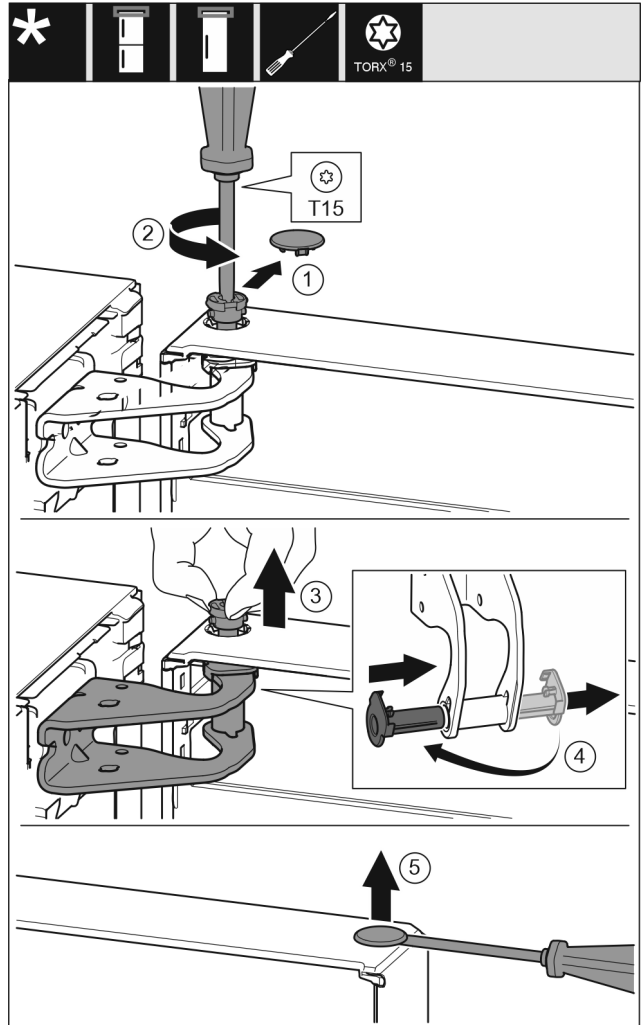

Fig. 7
- ▶ Ta försiktigt av blindlocket. Fig. 7 (1)
- ▶ Skruva ut bulten en bit med torxskruvmejsel T15. Fig. 7 (2)
- ▶ Håll fast dörren och dra ut bulten med fingrarna. Fig. 7 (3)
- ▶ Dra ut lagerbussningen ur hålen. Sätt in den från den andra sidan så att den går i lås med ett klick. Fig. 7 (4)
- ▶ Bänd försiktigt upp pluggarna från dörrlagerbussningen med en spårskruvmejsel och dra ut dem. Fig. 7 (5)